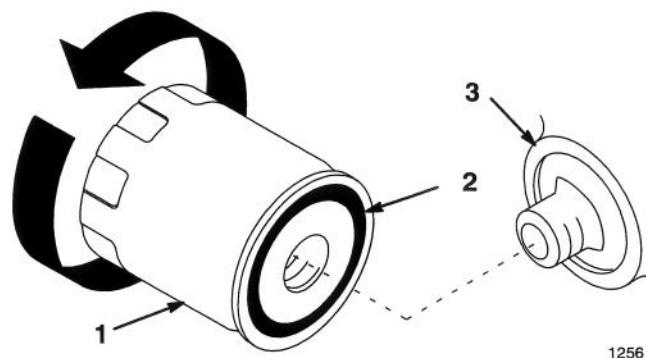

Figure 20
2. Déposer le filtre usagé et essuyer l'adaptateur du filtre et la surface du joint (Fig. 20).
3. Enduire d'une mince couche d'huile fraîche le joint de caoutchouc du filtre neuf (Fig. 20).
4. Monter le nouveau filtre à huile sur l'adaptateur, en vissant le filtre dans le sens des aiguilles d'une montre jusqu'à ce que le joint de caoutchouc touche l'adaptateur, puis en le vissant encore de 1/2 tour supplémentaire (Fig. 20).